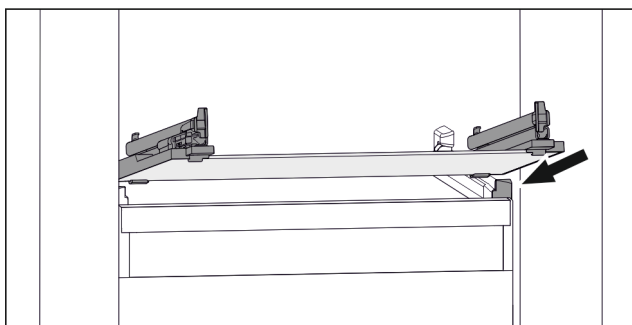

Fig. 103 Příklad znázornění skleněné desky
- Nasadte skleněnou desku šikmo za zářezky. (viz Fig. 103)